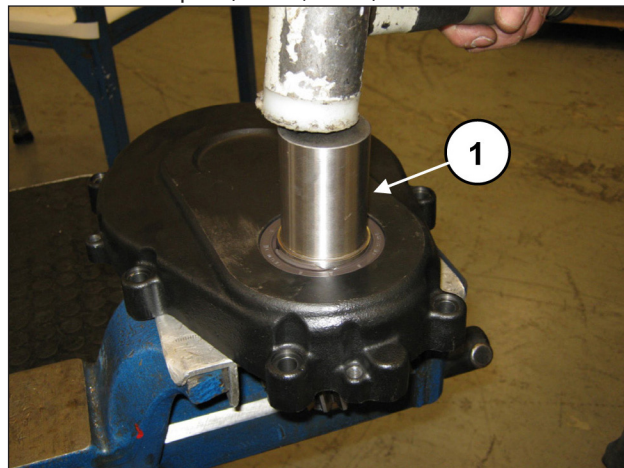

Рис. 8
Отделите шестерню от крышки, воздействуя ударной массой на шестерню (поз. ①, Рис. 8).